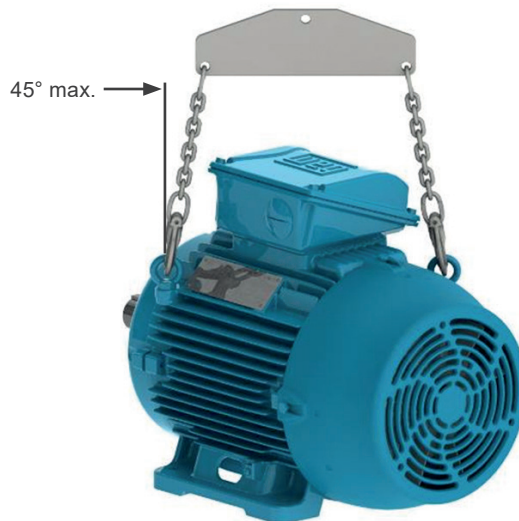

Figura 4.4: Ângulo máximo resultante para motores com dois ou mais olhais de içamento
- Motores com olhais verticais, conforme Figura 4.4 na página 168, o ângulo máximo resultante deve ser de 45° em relação ao eixo vertical. Recomenda-se a utilização de uma barra separadora (spreader beam), para manter o elemento de içamento (corrente ou cabo) no eixo vertical e evitando danos à superfície do motor.